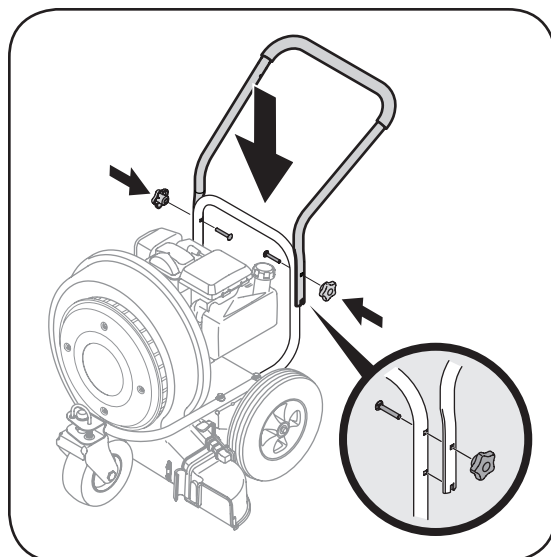

Figura 3-2
2. Coloque la barra superior sobre la inferior, alineando los orificios superiores / las lengüetas de metal de la barra superior con los orificios superiores / orificios inferiores de la barra inferior. Vea la Figura 3-2.
3. Sujete con las perillas en estrella y los tornillos del carro extraídos anteriormente. Vea la Figura 3-2.